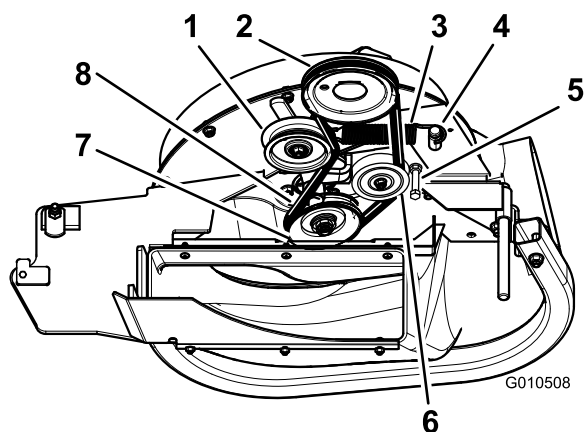

Figura 14
2. En cortacéspedes de 122 cm y 132 cm (48" y 52"), afloje la guía de la correa (Figura 14).
3. Instale la correa alrededor de la polea del soplador y de la polea tensora fija (Figura 14).